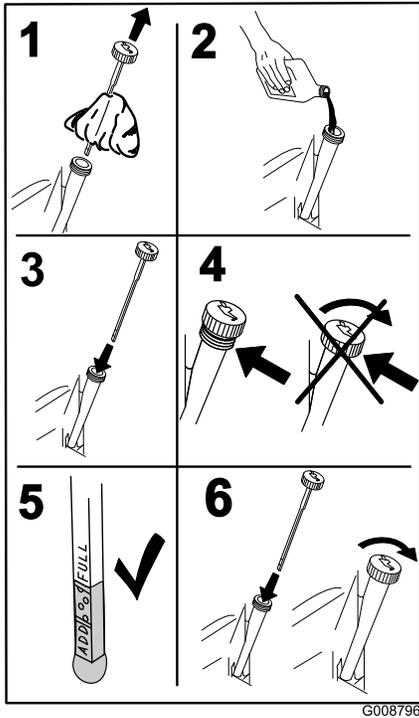

Figura 51
- Vierta lentamente un 80% aproximadamente del aceite especificado por el tubo de llenado, luego añada lentamente el resto del aceite hasta que llegue a la marca **Full** (Figura 51).